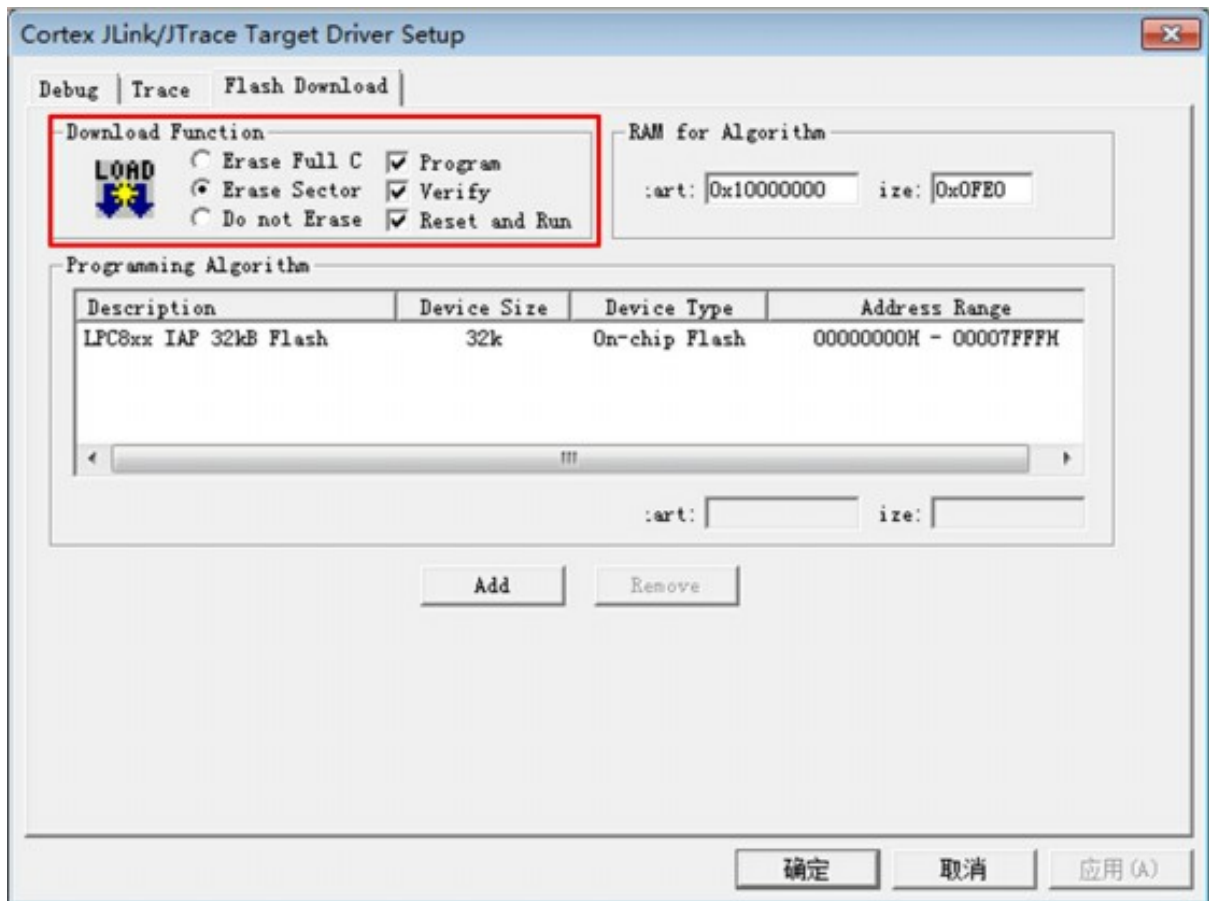

图 93: Flash Download 配置页
(4) 为了使每次下载程序后，自动启动程序，可以继续配置 **【Flash Download】** 页面，勾选上 **【Reset and Run】**，如 图 93 所示（图中其它选项已默认勾选）。